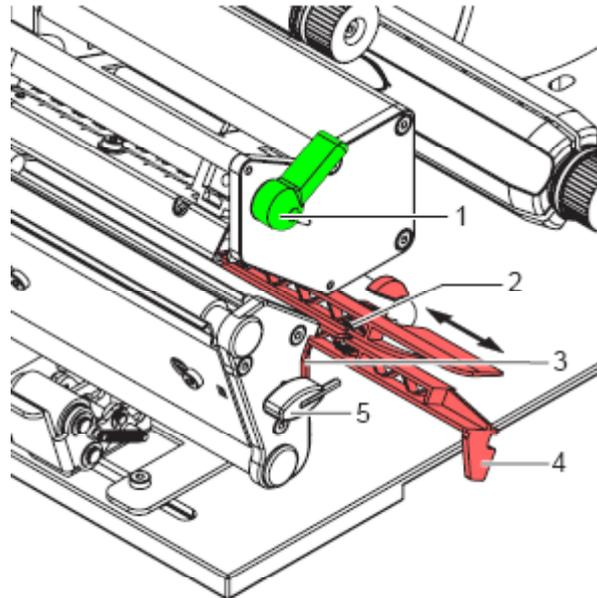

Abbildung 20
1. Andruckhebel (1, Abbildung 20) gegen den Uhrzeigersinn drehen, um den Druckkopf zu entriegeln.